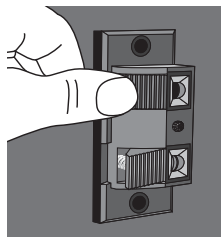

figure 6
2. Appuyer doucement sur le bouton presseur pour ouvrir la borne (**figure 6**).